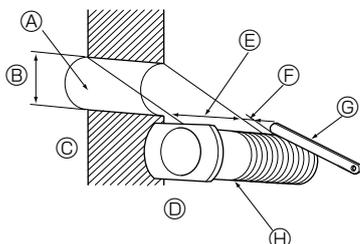

Fig. 3-6
3.4.1. Сверление отверстий (Fig. 3-6)